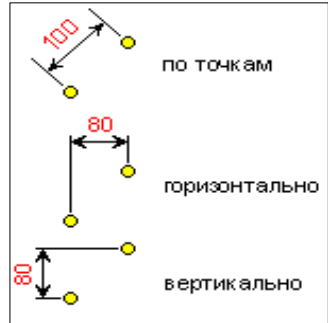

Рис. 9.27
- **Ориентация размера** – выбор способа измерения: *По точкам*, *Горизонтально*, *Вертикально*. Ориентация *Горизонтально* или *Вертикально* относительно активной на момент создания размера системы координат (рис. 9.27).